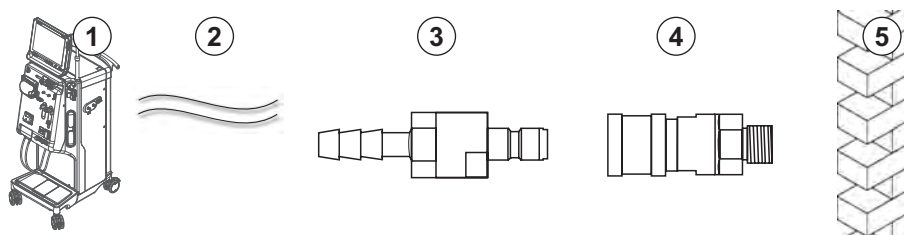

Fig. 4-6 Aquaboss koblinger dialysatafløb
- 1 lukningsnippel, han (Fig. 4-6, ③), materiale 1.4571 EPDM
- 1 hunkobling (④), indvendig diameter på fleksibel slange 9 mm, materiale 1.4571 EPDM
1. Tilslut slangen ② til maskinen, og fastgør den med slangeklemme eller enkelt øreklemme.
2. Tilslut lukningsnippel, han ③ til slangen, og fastgør dem med slangeklemme eller enkelt øreklemme.
3. Tilslut lukningsnippel, han ③ til hunkobling ④ som er fastgjort på væggen.